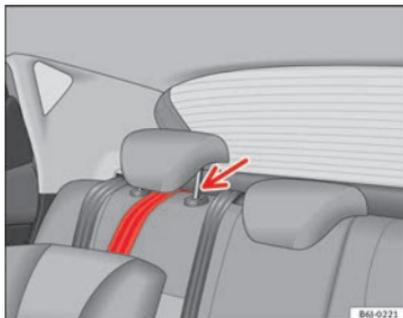

Abb. 36 Befestigungsgurt: korrekte Einstellung und korrekter Einbau
- Führen Sie den Befestigungsgurt des Top Tether unter der Rückstuhlkopfstütze hindurch → Abb. 36 (dazu ggf. die Kopfstütze nach oben verstellen).